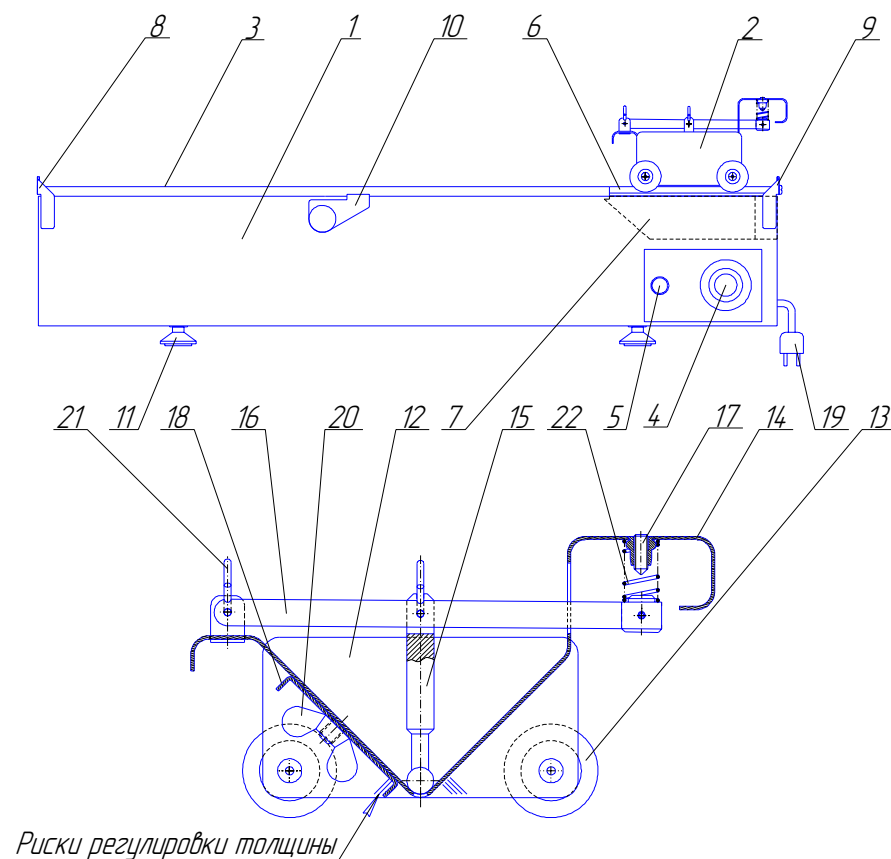

Рис.1 Аппарат блинный РК-1.1.
Аппарат состоит из основания с чугунной жарочной поверхностью 1 (см. рис.1) и дозирующего устройства (в дальнейшем - каретки) 2.
- 8.1 После окончания работы снимите с основания аппарата каретку и ванночку. Снимите разглаживатель, отвинтив гайки. Вынув шпильку 21 (см. рис.1) можно извлечь пружину 22, курок и клапан. Помойте детали каретки и ванночку используя мыльный раствор и вытрите насухо. Затем соберите каретку, как показано на рис.1.
- 6.3 Установите в нишу ванночку, поставьте каретку на направляющие ручкой вправо, как показано на рис.1.
- 6.6 Подсоедините вилку сетевого шнура 19 (см. рис.1) к розетке электросети.
- Зафиксируйте требуемую толщину блинной заготовки (1 - 4 мм). Для этого отпустите гайки 20 (см. рис.1) на 1/2 оборота и отрегулируйте положение разглаживателя (расположите нижнюю кромку разглаживателя одинаково относительно рисок на внутренних боковых поверхностях корпуса каретки; риски соответствуют толщине блинной заготовки 1, 2, 3 и 4 мм). После этого затяните гайки.